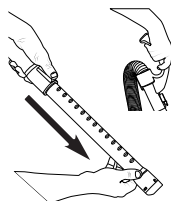

Fig. 2
2. Étendez le tube-rallonge en poussant le bouton vers l'avant et en tirant le tube-rallonge plus petit hors du tube-rallonge plus grand (Fig.2).